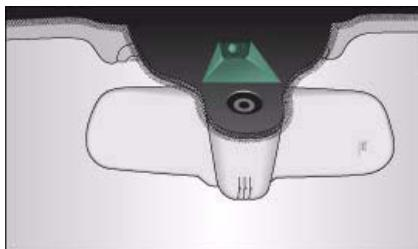

Fig. 129 Parabrisas:
- Asegúrese de que el área de campo visual de la cámara  fig. 129 no esté tapada con adhesivos o similares.
- El área de campo visual \Rightarrow página 120, fig. 129 está sucia o helada por su parte exterior. Limpie esta zona del parabrisas.